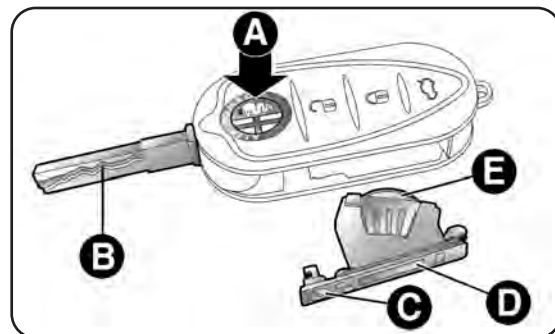

fig. 18
- premi il pulsante A-fig. 18 e porta l'inserto metallico B in posizione di apertura; ruota la vite C su  utilizzando un cacciavite a punta fine;